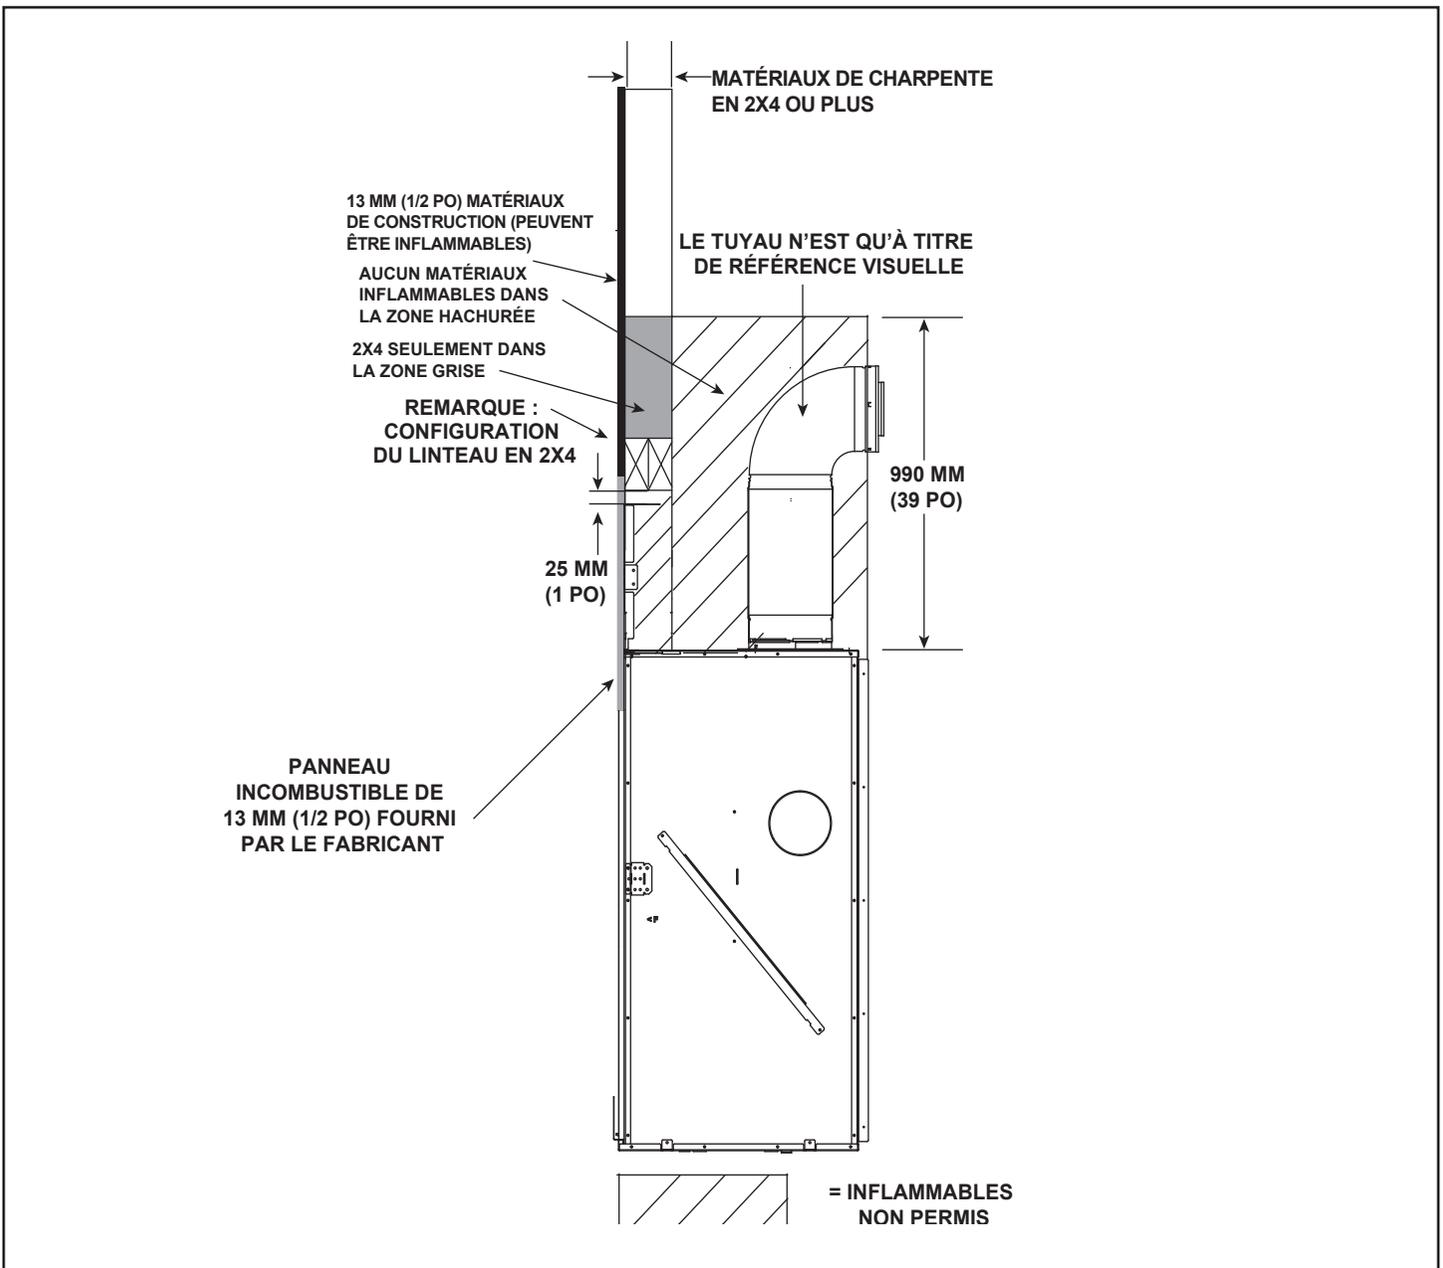

Figure 3.5 Zone incombustible
**REMARQUE :** Linteau de 2x4 positionné à la verticale. Consultez également la figure 3.5.